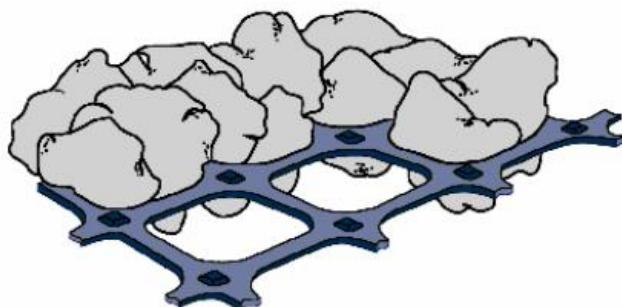

Рис. 6. Заклинка щебня в ячейках геосетки (образование слоя, способного воспринимать растягивающие напряжения)
4. Значительно снижается динамика накопления и величина остаточных деформаций конструкций вследствие того, что значительные сдвигающие напряжения (τ_{xy}) концентрируются не в подстилающем грунте и слабосвязанных слоях конструкции, а в слое «щебень-геосетка», способном сопротивляться сдвигу (см. рис. 6). Кроме того, наблюдается тенденция к увеличению и концентрации непосредственно под покрытием главных горизонтальных напряжений σ_3 , что свидетельствует об уменьшении коэффициента уровня напряженно-деформированного состояния конструкции $K_{ync}(1)$, величина которого в наибольшей степени определяет характер деформирования среды при многократных приложениях нагрузок: